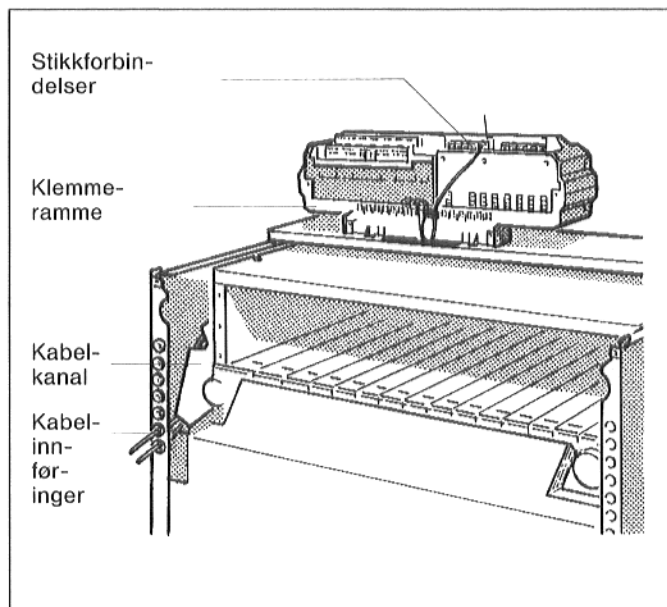
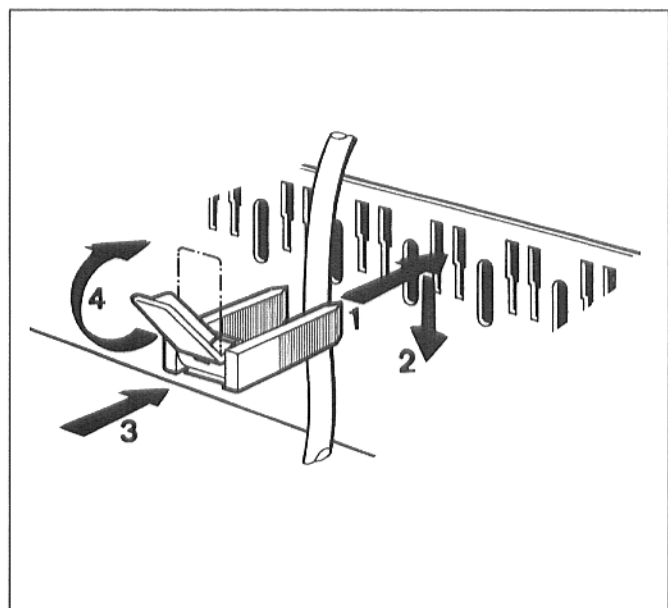

Fig. 7 : G_324 LDZ/LDN
Fig. 9: Ledningen sikres med kabelklemme
- Legg røkgasstemperaturfølerledningen med koplingsiden bakfra gjennom en av kabelinnføringene i kabelkanalen og før den gjennom åpningen i fremre kjeldeksel frem til kontrollpanelet (fig. 7).
- Utfør tilkopling til stikkforbindelsen i samsvar med koplingskjemaet (fig. 7).
- Sett kabelklemmen med innlagt ledning ovenfra inn i slissen til klemmerammen (fig. 7); kanten på spaken må da peke oppover. Skyv kabelklemmen nedover og trykk mot. Vri spaken oppover (fig. 9).